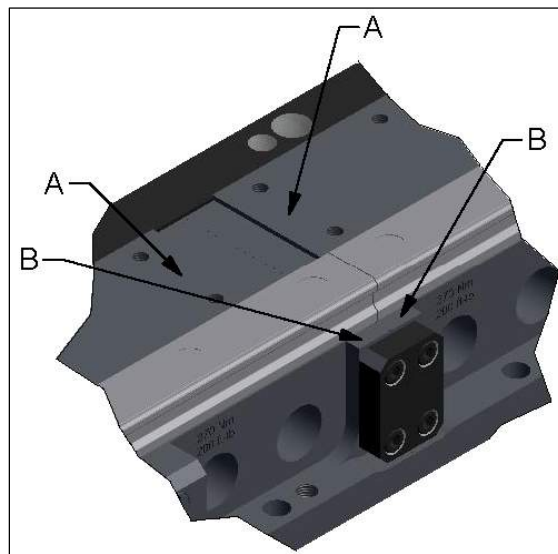

Figura 6
8. Conecte un indicador de cuadrante con base magnética a uno de los rieles lineales y verifique la alineación de los dos puntos A y B, como se muestra en la Figura 6. Los puntos «A» deben estar a una distancia de 0,001 pulgada entre sí, y los puntos «B» también deben estar a una distancia de 0,001 pulgada entre sí. Si no lo están, repita los pasos 2 a 7.
16. Conecte un indicador de cuadrante con base magnética a uno de los rieles lineales y verifique la alineación de los dos puntos A y B, como se muestra en la Figura 6. Los puntos «A» deben estar a una distancia de 0,001 pulgada entre sí, y los puntos «B» también deben estar a una distancia de 0,001 pulgada entre sí. Si no lo están, repita los pasos 10 a 15.